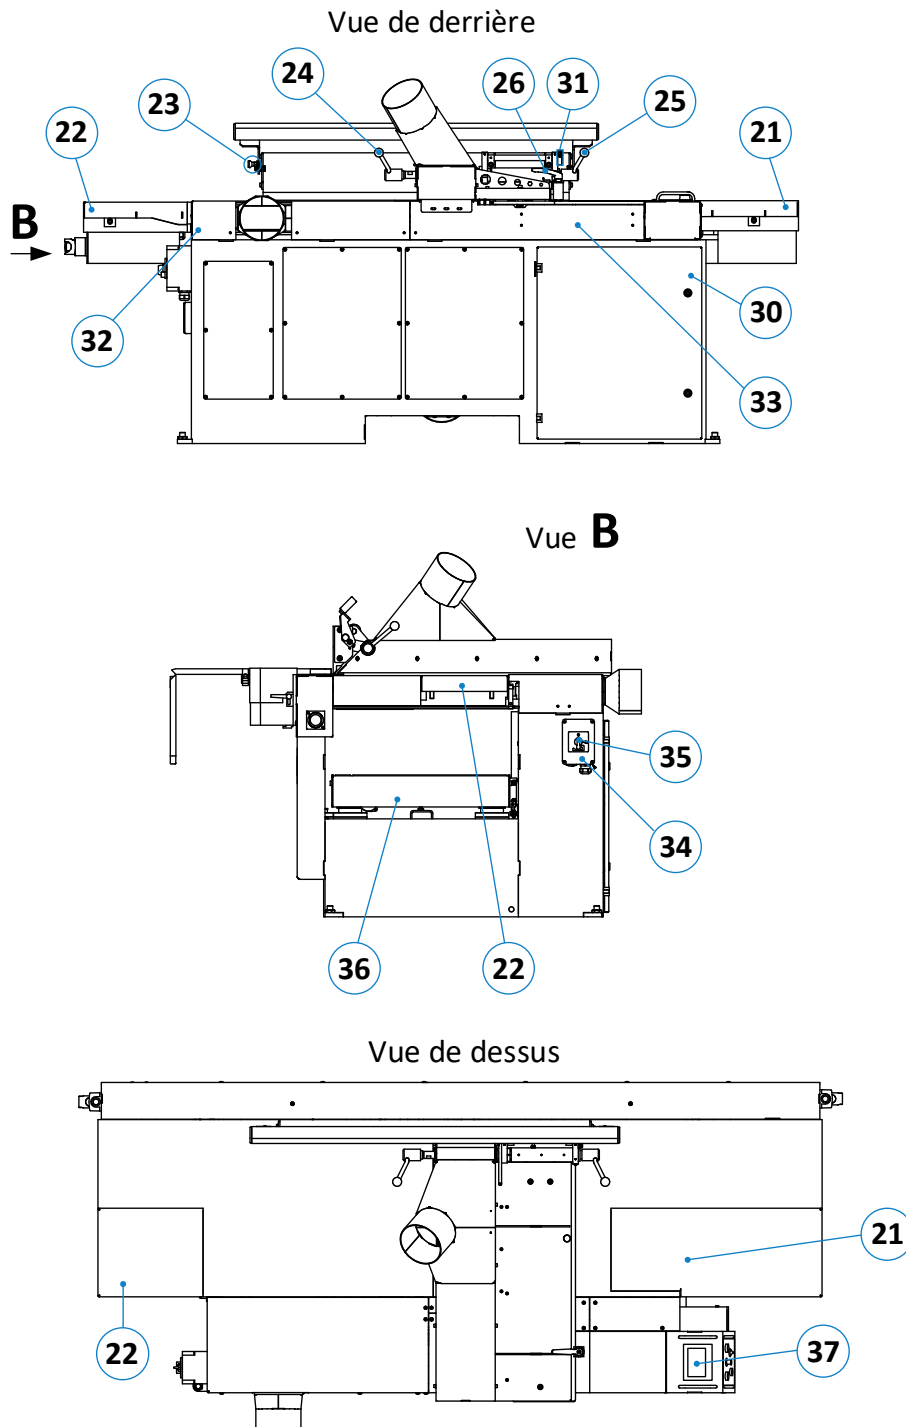

Figure 25 : composants / éléments de commande - vue de derrière & vue de dessus
- Tourner l'interrupteur principal (35) en position « I » (voir ⇒ Figure 25).